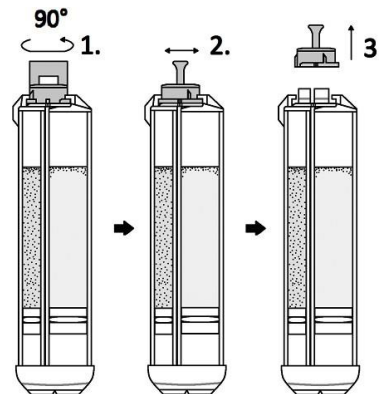

Ilustración 3
3. Sostenga la jeringa firmemente con la punta hacia arriba, gire el tapón 90° en sentido contrario a las agujas del reloj y retire el tapón balanceándolo de lado a lado (fig. 3).